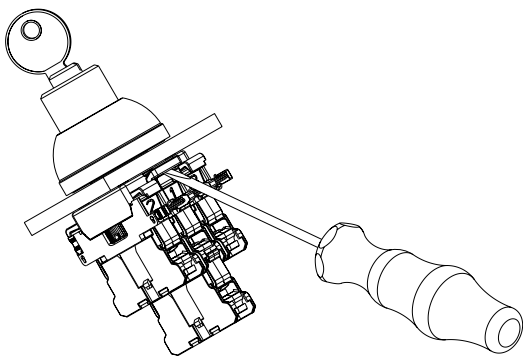

Fig. 4
1. Démontage du support de contact (Fig. 4): insérez le tournevis dans le maintien de la bride de montage. Remuez le tournevis doucement en direction de l'élément de contact pour pousser le maintien vers l'extérieur. Ainsi, le support de contact est détaché de l'embase de fixation. Répétez la procédure sur le côté opposé.